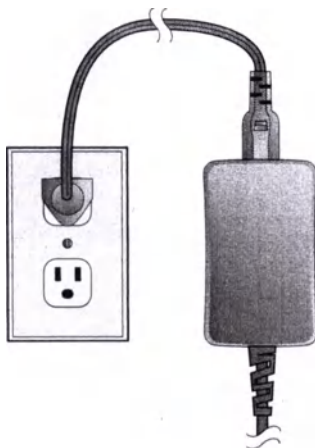

Рис. 4.2 Подключение источника переменного тока.
1. Подключите источник переменного тока к розетке переменного тока (Рис. 4.2). Зеленый светоиндикатор свидетельствует о наличии тока.